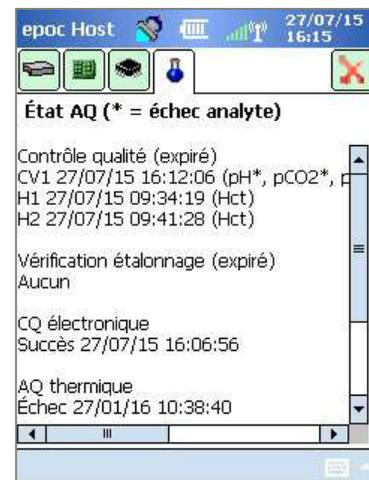

Fig. 45.
- c. Accédez au quatrième onglet (Fig. 45) afin d'afficher l'état AQ actuel du Reader.